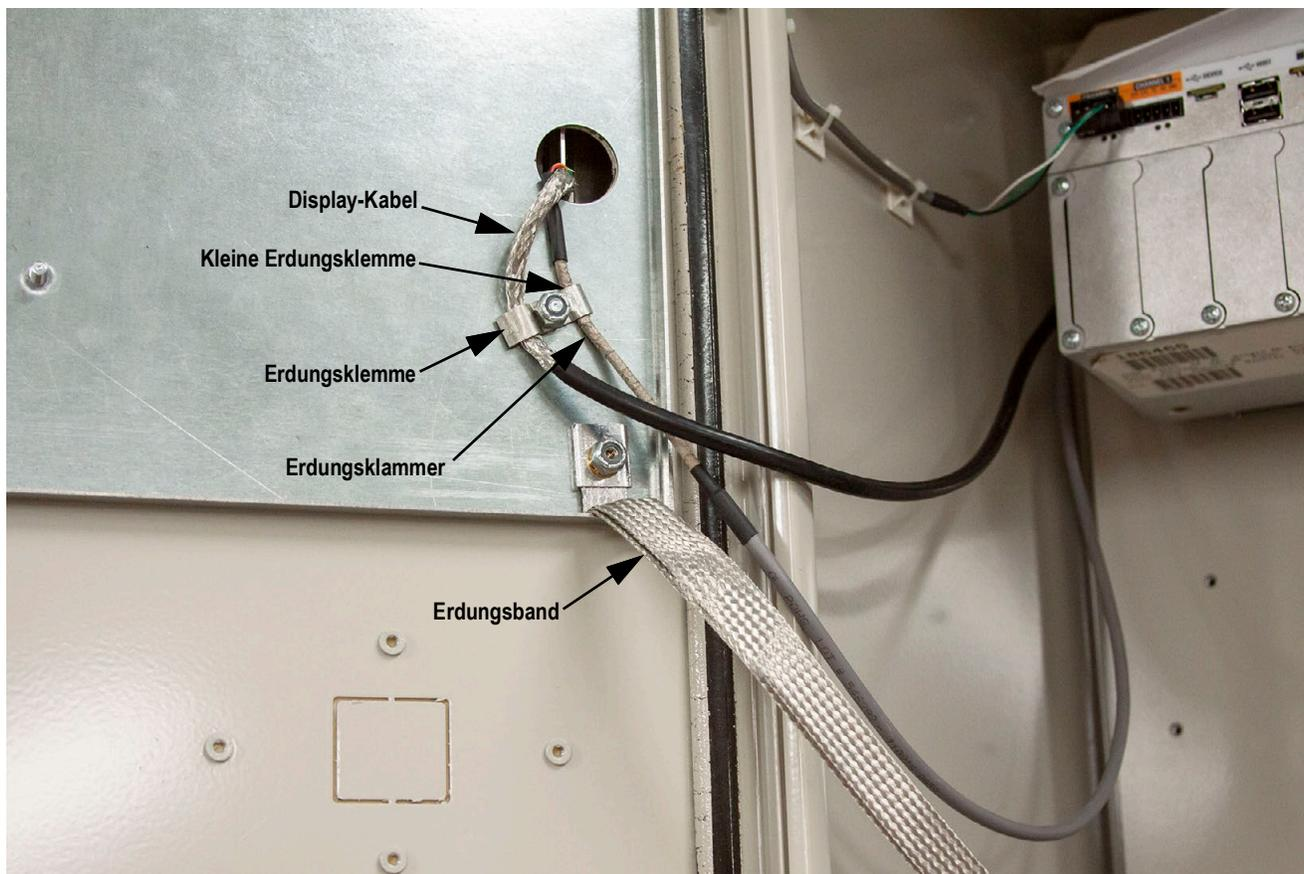

Abbildung 2-30. Schirmdung für die Schaltschrankmontage
**HINWEIS:** Abbildung 2-30 dient nur zur Veranschaulichung und repräsentiert nicht unbedingt alle Anwendungen für die Schaltschrankmontage. Die Position der Erdung und die Platzierung der Bolzen können variieren.